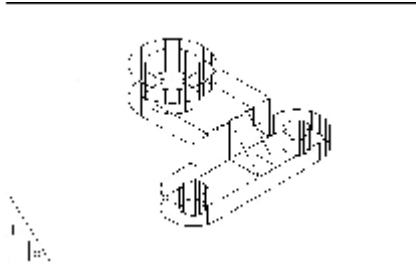

图 6-84 进入了 Layout1 的图纸空间
**步骤二：**点击 Layout1 标签，在页面设置对话框中 Plotter Configuration 区域 Name 下拉列表中选择 None，Plotter Style Table 区域 Name 列表中也选择 None，再将页面的尺寸设为 ISO A4(297×210 mm)后点击 OK 按钮。进入了 Layout1 的图纸空间，其中虚线是纸张的可打印区域。如图 6-84 所示。
**步骤三：**用 Erase 删除命令将图 6-84 的大实线框（即视口）删除，同时支架立体图也被删除了。此时图纸中没有任何视口。